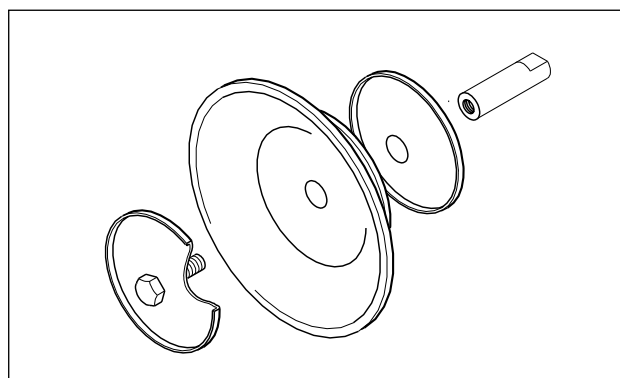

Fig. 13: Montagem da membrana padrão com placa interna e externa
- Bombas DL 40, 50 e 80 com membranas PTFE têm placas de membrana internas mais espessas para a redução e deslocação do curso. No caso de uma adaptação posterior para membranas PTFE é necessário utilizar as respectivas placas (Fig. 13).